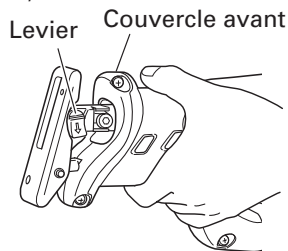

Fig. 2
- (1) Allumer puis éteindre l'interrupteur-gâchette plusieurs fois de suite de façon que le levier puisse sortir complètement du couvercle avant. (Fig. 2)
- (1) Allumer puis éteindre l'interrupteur-gâchette plusieurs fois de suite de façon que le levier puisse sortir complètement du couvercle avant. Ensuite, couper l'interrupteur et débrancher le cordon d'alimentation. (Fig. 2)